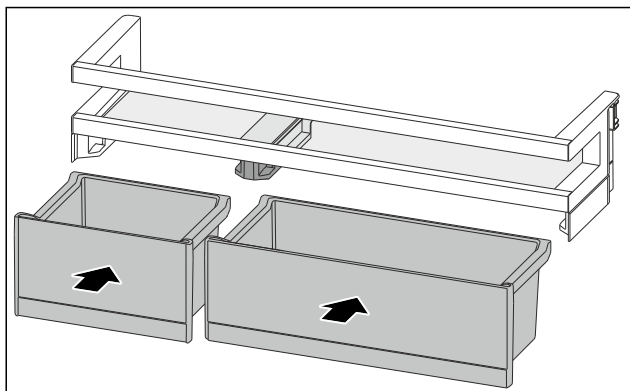

Fig. 169
- Inserire i VarioBox in posizione scambiata. (vedere Fig. 169)